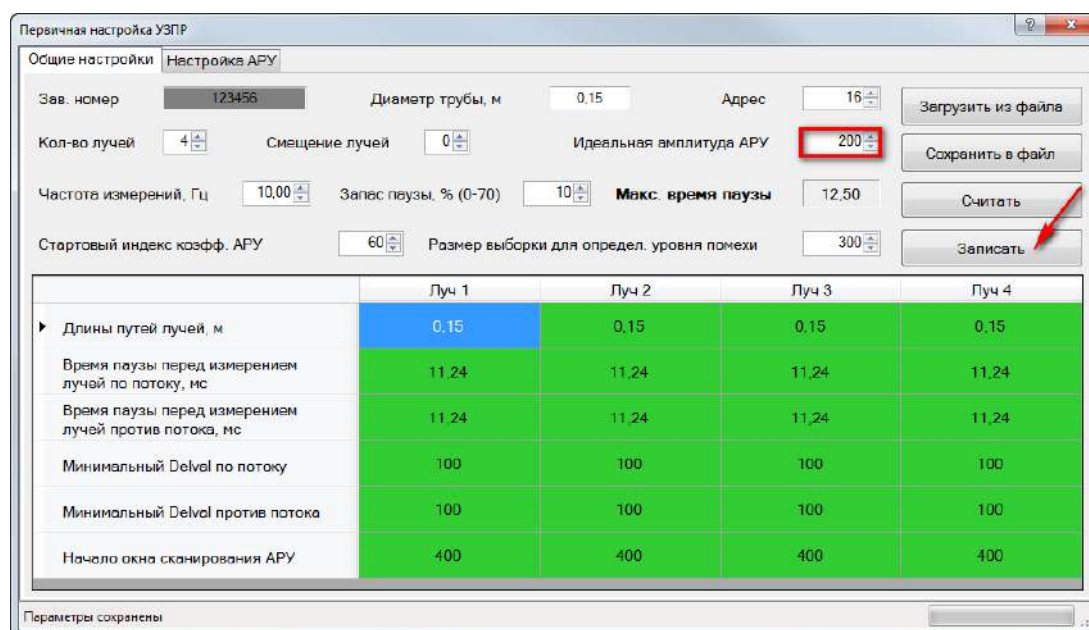

Рисунок 5.2
- в открывшемся окне (рисунок 5.2) ввести новое значение идеальной амплитуды АРУ и нажать кнопку «Записать».